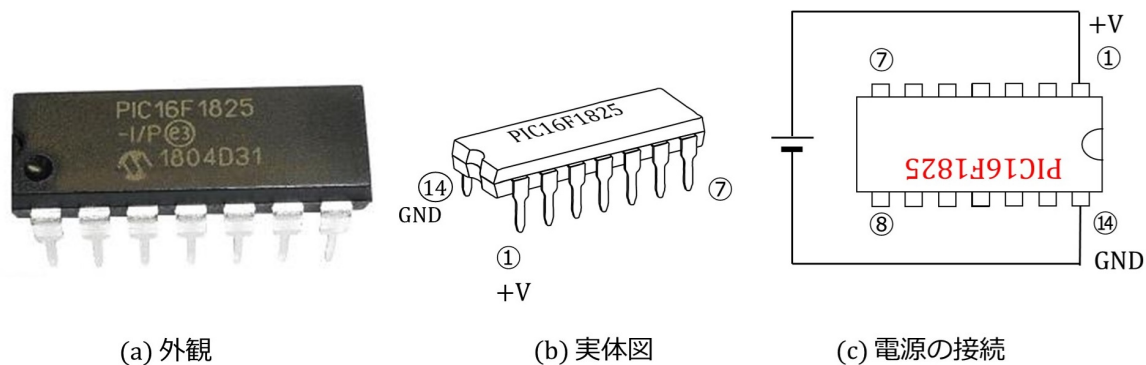

図 2.1: PIC16F1825
図 2.1 は PIC16F1825 の外観，実体図および電源接続の様子です。このマイコンは Microchip 社の製品です。DIP(Dual In-line Package) と呼ばれるパッケージのものを選びました。電極（ピン）が2列に並んでいて，プリント基板，ブレッドボードに差し込めるタイプです。PIC16F1825 は 14 ピンを持ち，これらのピン7個ずつが2列に配置されています。ピン番号は，同図 (b) の実体図の通り，パッケージに設けられた凹みを左に見て，その左下から反時計回りに①→②→…→⑭と付けられています。このマイコンの場合，電源は同図 (c) のように，①番ピンに電源の+側，⑭番ピンに電源の-側（GND: Ground）をつなぎます。